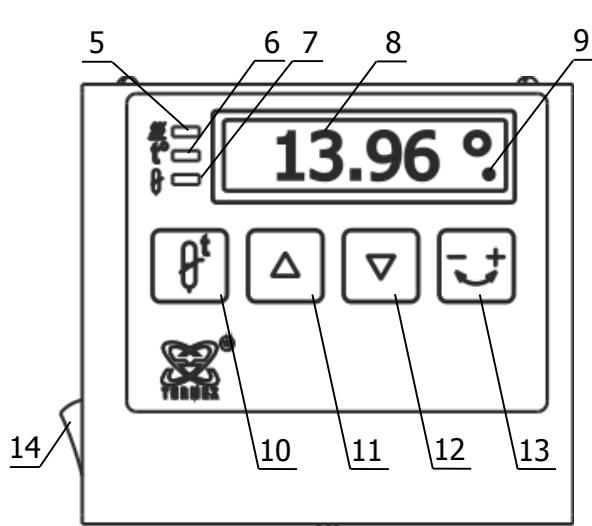

Рисунок 2 — Блок регулирования
1.4.3 Установка режима работы термостатов осуществляется органами управления, расположеными на лицевой панели блока регулирования (рисунок 2).
- ТСВ-02 — кнопкой 14 (рисунок 2).
2.3.1 В рабочем режиме на светодиодном табло 8 (рисунок 2) отображается текущее значение температуры в рабочей камере терmostатов. Индикатор 5 загорается во время работы нагревателя. Индикатор 9 (в виде точки под символом градуса Цельсия) появляется при включении холодильной машины.
2.3.5 При возникновении статического разряда, в процессе эксплуатации терmostатов, возможен сброс настроек и энергонезависимой памяти блока регулирования, при этом показания температуры на табло 8 (рисунок 2) могут значительно отличаться от действительной температуры в рабочей камере терmostатов.
2.4.1 После стабилизации установленной температуры табло 8 (рисунок 2) показывает температуру, измеренную встроенным датчиком, и эта температура может не соответствовать действительной температуре в рабочей камере терmostата.
- для входа в режим коррекции температуры нажать кнопку 13 (рисунок 2), при этом индикатор 6 начнет мигать;